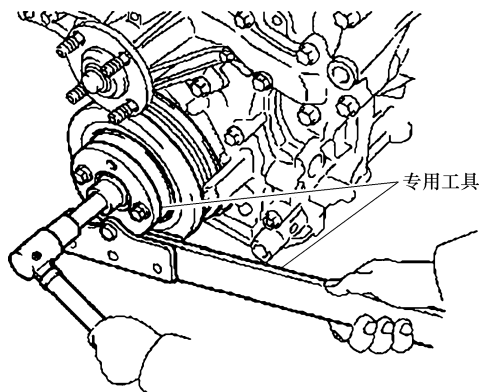

图 22-42 用专用工具 (SST) 安装曲轴带轮
23) 按照图 22-42 所示, 用专用工具 (SST) 安装曲轴带轮。螺栓紧固力矩为 $250\text{N} \cdot \text{m}$ 。